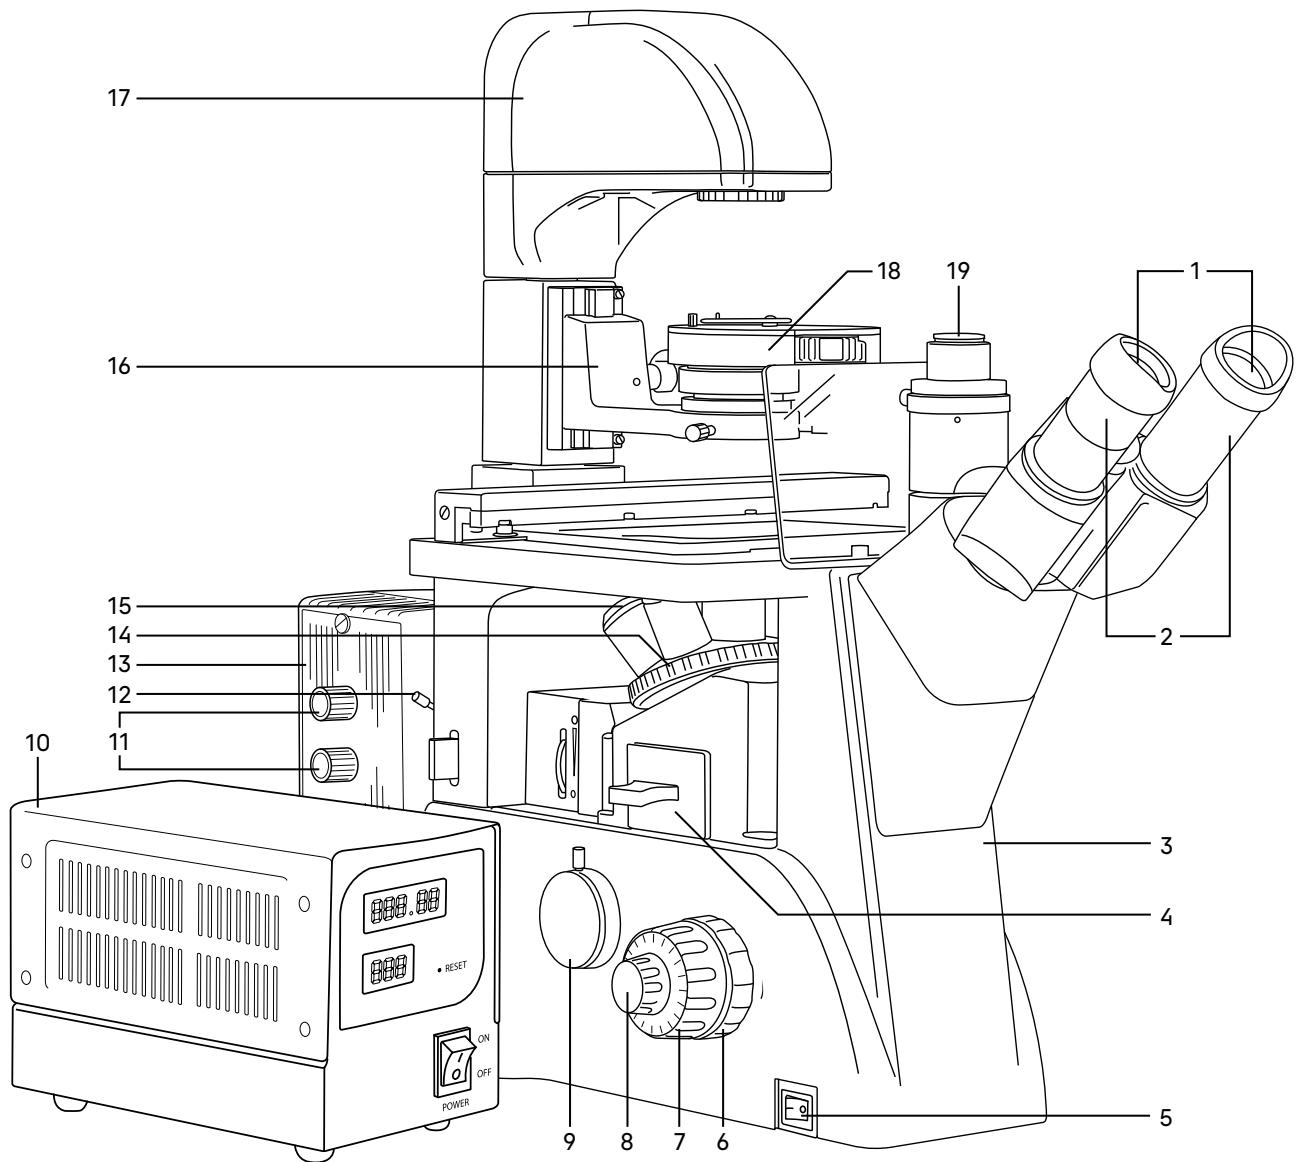
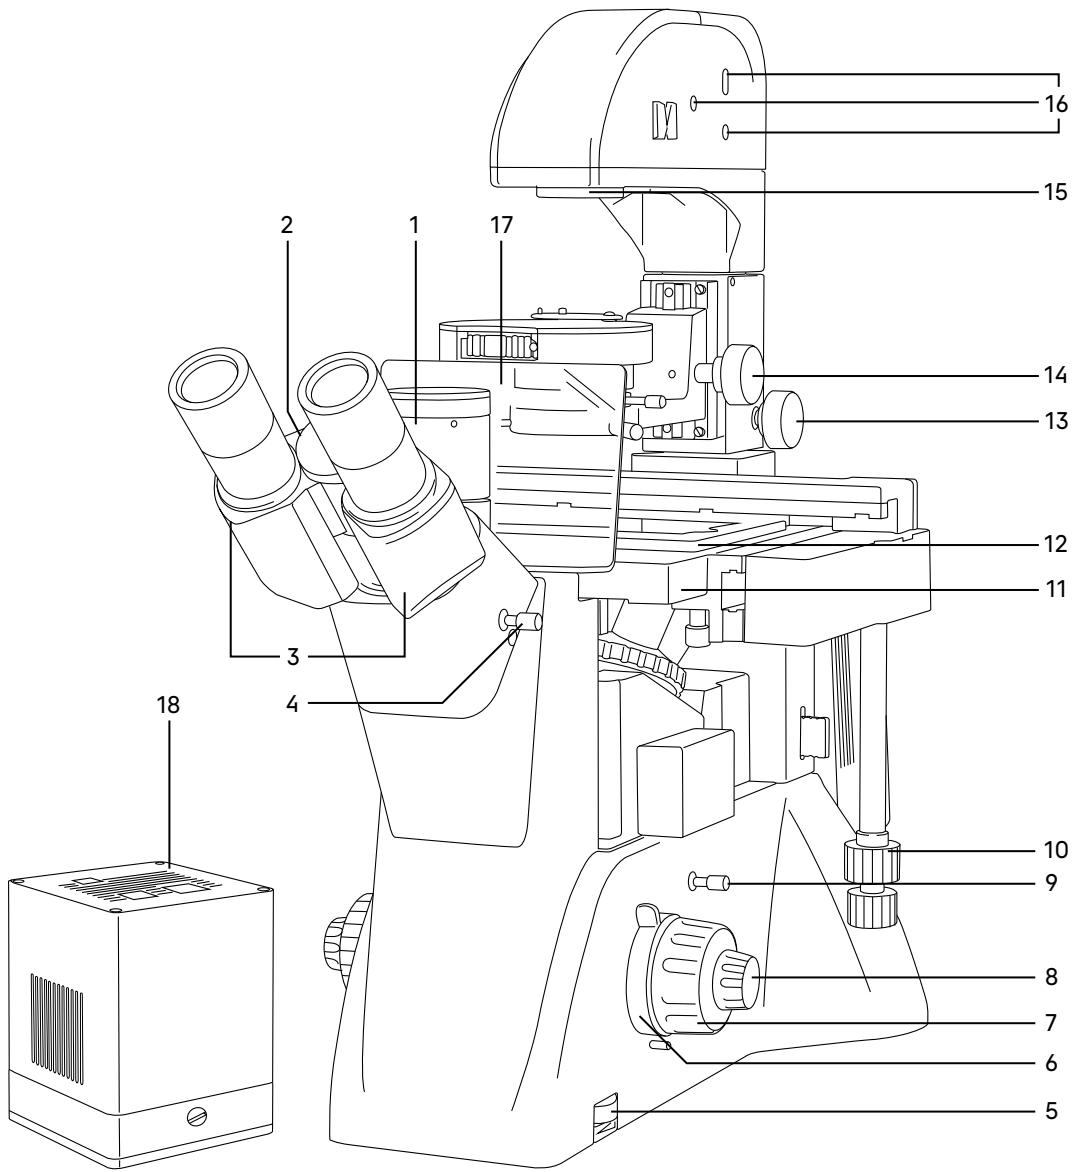

Рис. 1. Микроскоп MAGUS Lum VD500. Вид слева
Рис. 2. Микроскоп MAGUS Lum VD500. Вид справа
Общий вид микроскопа представлен на рис. 1 и 2.
На штативе 3 (рис. 1) микроскопа закреплены:
- револьвер 14 (рис. 1) с объективами;
- предметный столик 11 (рис. 2);
- кронштейн конденсора 16 (рис. 1);
- осветитель 17 (рис. 1);
- визуальная насадка 3 (рис. 2);
- фонарь ртутной лампы 13 (рис. 1).
На левой боковой поверхности штатива расположен выключатель 5 (рис. 1) сетевого напряжения. В положении «→» включается, а в положении «0» выключается сетевое напряжение.
На правой боковой поверхности штатива расположен диск 5 (рис. 2) для регулировки напряжения питания источника света.
На левой боковой поверхности штатива расположен канал визуализации 9 (рис. 1) для установки камеры.
Фокусировка на объект осуществляется перемещением по высоте револьверного устройства с объективами. Грубая фокусировка производится вращением коаксиальных рукояток 7 (рис. 1, 2), расположенных по обеим сторонам штатива.
Тонкая фокусировка производится вращением рукояток 8 (рис. 1, 2), расположенных по обеим сторонам штатива. Тонкая фокусировка требуется для более точного фокусирования на объект и для подфокусировки микроскопа на резкость изображения при смене объективов и препаратов.
Механизм регулировки жесткости хода грубой фокусировки 6 (рис. 1) – кольцо между штативом и рукояткой грубой фокусировки с левой стороны. С помощью кольца регулируется жесткость хода грубой фокусировки так, чтобы жесткость была комфортной для пользователя, но при этом револьвер с объективами не опускался самопроизвольно во время работы.
Рукоятка блокировки грубой фокусировки 6 (рис. 2) расположена с правой стороны. После завершения грубой фокусировки рекомендуется перевести рычаг в крайнее положение в направлении по часовой стрелке. Таким образом закрепится положение грубой фокусировки для быстрой рефокусировки после смены препарата.
Тринокулярная визуальная насадка обеспечивает визуальное наблюдение изображения объекта. Насадка закреплена на штативе 3 (рис. 1). В гнездо насадки устанавливается блок окулярных тубусов и закрепляется винтом. При установке повернуть тубусы 3 (рис. 2) вверх или вниз для удобства наблюдения в зависимости от роста пользователя.
Изменение межзрачкового расстояния в насадке осуществляется разворотом окулярных тубусов 2 (рис. 2) в пределах 48–75 мм. Значение расстояния, установленного в соответствии с глазной базой наблюдателя, отсчитывается по шкале 2 (рис. 2) на насадке.
В вертикальный тубус 1 (рис. 2) корпуса визуальной насадки (канал визуализации) с помощью переходника C-mount 19 (рис. 1) устанавливается система визуализации с монитором. Переключение светового потока на вертикальный тубус производится рукояткой 4 (рис. 2). Рукоятка имеет два положения: 100/0 и 50/50.
В комплект микроскопа входят окуляры 2 (рис. 1). Окуляры имеют высокое положение выходного зрачка и предназначены для работы как в очках, так и без них.
Револьверное устройство 14 (рис. 1) обеспечивает установку шести объективов. Смена объективов производится вращением револьверного устройства за конусную рифленую поверхность до фиксированного положения.
Объективы 15 (рис. 1) рассчитаны на механическую длину тубуса «бесконечность». Парфокальная высота объективов составляет 45 мм, линейное поле зрения в плоскости изображения – 22 мм. Объективы длиннофокусные, рассчитаны на посуду с толщиной дна 1,2 мм.
Осветитель 17 (рис. 1) неподвижно закреплен на штативе микроскопа. Источник света – галогенная лампа 12 В/30 Вт юстируется относительно оптической оси и линзы коллектора тремя винтами 16 (рис. 2). В осветителе закреплен коллектор с полевой диафрагмой, которая регулируется в зависимости от увеличения объектива, введенного в оптическую ось.
Важная часть осветительной системы – конденсорное устройство. Кронштейн конденсора 16 (рис. 1) закреплен на штативе. Перемещение осуществляется ручкой 14 (рис. 2). В кронштейне установлено конденсорное устройство 18 (рис. 1). Тип крепления «под винт». Конденсор может быть использован для наблюдения по методу светлого поля и фазового контраста. Во вращающемся диске находятся кольцевые диафрагмы для работы с фазовыми объективами 10x, 20x, 40x и свободное отверстие для пропускания всего пучка света. Смена кольцевых диафрагм производится вращением диска за накатанную часть до фиксации. В окне кожуха конденсора появляется цифра, соответствующая увеличению применяемого фазового объектива, цифра «0» соответствует свободному отверстию. Под вращающимся диском расположена ирисовая диафрагма, которая позволяет настроить определенную апертуру для работы с объективами светлого поля. Для достижения большей контрастности можно воспользоваться светофильтрами, входящими в комплект микроскопа. Светофильтры устанавливаются в откинутую оправу конденсора.
При работе с высокой посудой конденсорное устройство можно вывести из оптической оси. Ручка 13 (рис. 2) служит для фиксации устройства.
Предметный столик 11 (рис. 2) закреплен неподвижно на штативе. К столику прикреплено устройство, которое обеспечивает перемещение объекта в двух взаимно перпендикулярных направлениях. Перемещение осуществляется с помощью рукояток 10 (рис. 2), расположенных на одной оси.